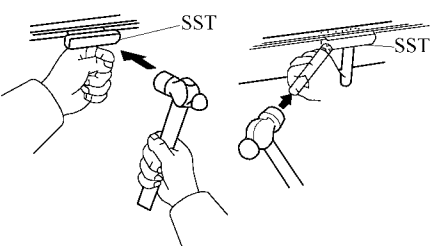

图 1-81 将油底壳和气缸体分开
2) 旋下 16 个螺栓和两个螺母, 使用油底壳密封刮刀和钢棒从气缸体将油底壳分开, 如图 1-81 所示。